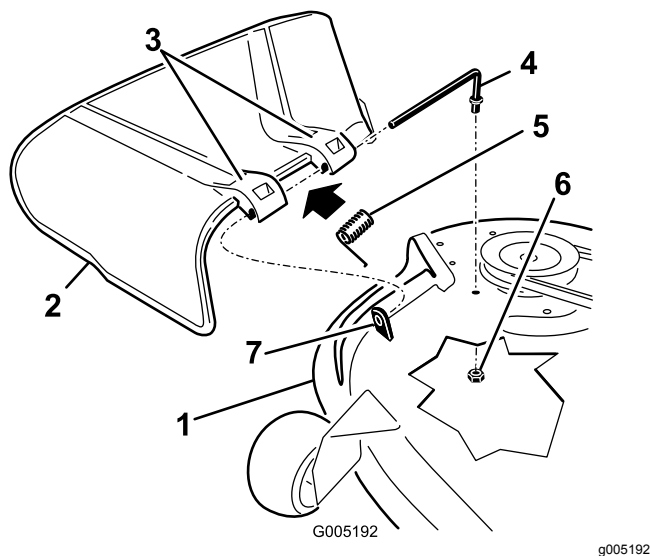

Figure 76
1. Retirez l'écrou ( $\frac{3}{8}$ ") de la tige, sous le plateau de coupe (Figure 76).
2. Sortez la tige de la courte cheville de positionnement, du ressort et du déflecteur d'herbe (Figure 76).
4. Remettez en place le déflecteur d'herbe (Figure 76).
7. Insérez la tige dans le deuxième support du déflecteur d'herbe (Figure 76).
9. Fixez l'extrémité arrière de la tige dans le plateau de coupe à l'aide d'un écrou ( $\frac{3}{8}$ "), comme montré à la Figure 76.